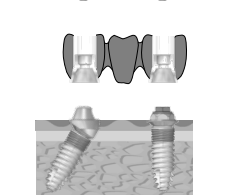

図10
- (4) 作製した最終補綴物を洗浄・滅菌し、滅菌したスクリュー(ゴールド・テンポラリーシリンダー/スプリントヒーリングキャップ用)を用いて口腔内のフィクスチャーに固定する(締結トルクは $20\text{N}\cdot\text{cm}$)(図10)。